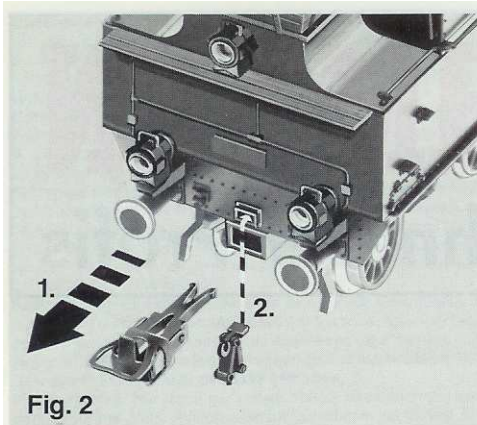

Fig. 2
Eventuell mit etwas Klebstoff befestigen (Fig. 2 und 3).
**Alternative coupling gear:** Secure in position with plastic glue (fig. 2 and 3).